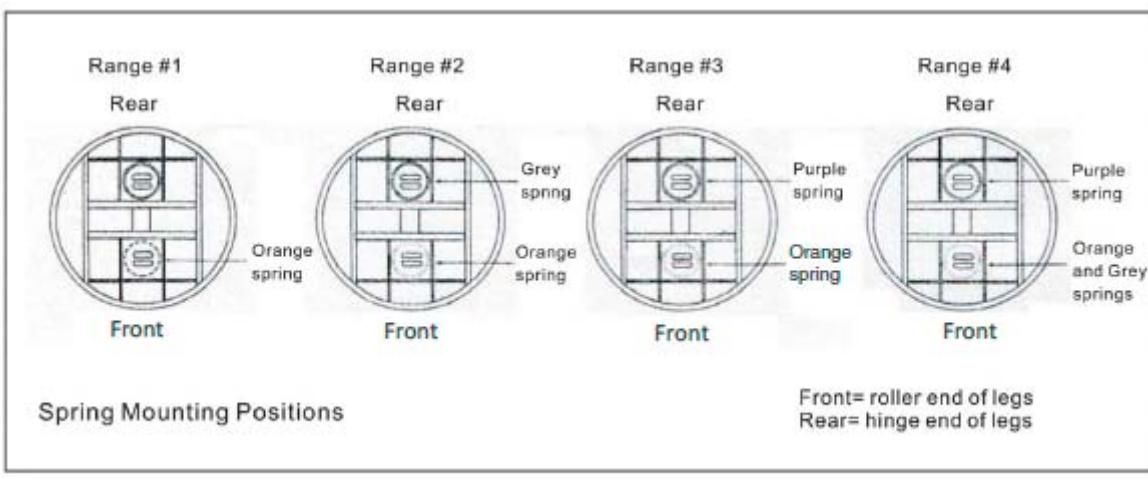

Fig. 7 Fjädrarnas placering
3. Fig. 7. Visar de övriga fjädrarnas placering vid olika behov. Säkerställ att det är korrekt fjädrar som monterats. Se Tabell 1. på sid. 5 för kontroll att rätt fjädrar används för rätt applikation.